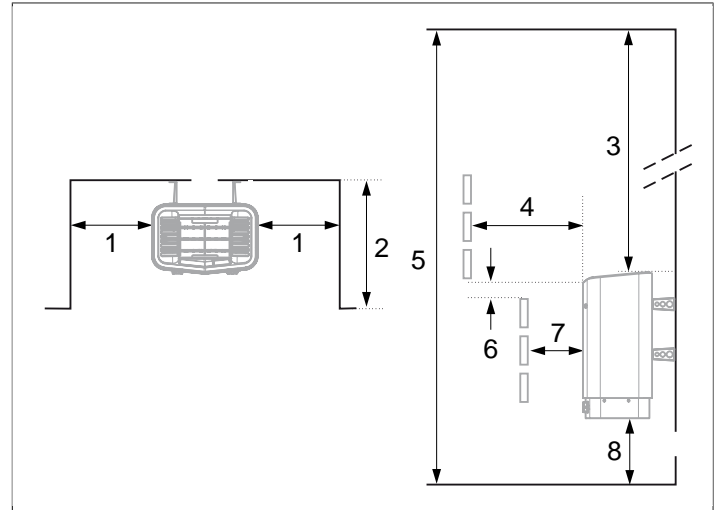

Abb. 3: Position des Saunaofens – Nischenmontage
- An derselben Wand wie die Tür (nur ausnahmsweise an der Seitenwand, dann aber möglichst nahe an der Türwand); der Saunaofen kann auch in einer Nische angebracht werden, siehe **Abb. 3**, Seite 2.
Platzieren Sie den Saunaofen in sicherem Abstand zu Boden, Seitenwand und Einrichtung, siehe **Abb. 3**, Seite 2.